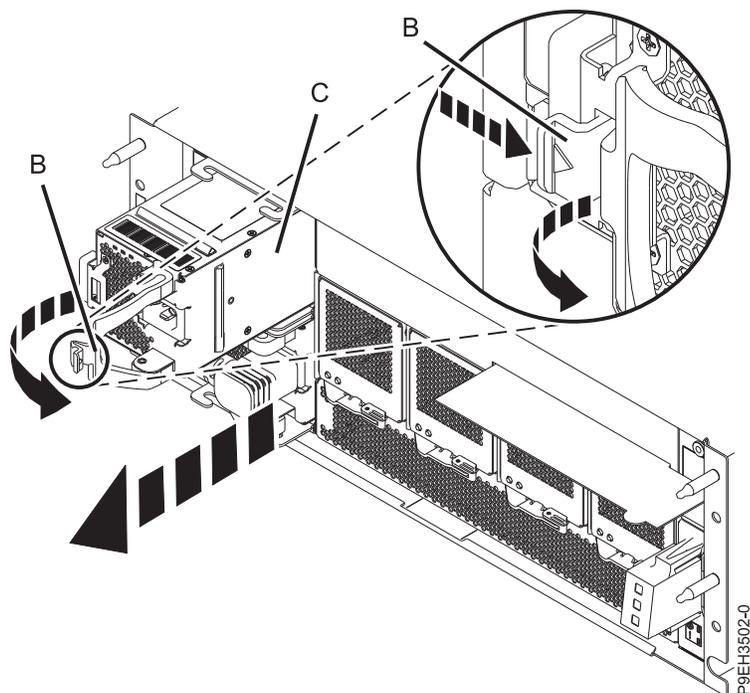

Figure 5. Retrait du bloc d'alimentation du tiroir d'extension EMX0 PCIe3
3. Pour désinstaller le bloc d'alimentation (C), appuyez sur le taquet de déverrouillage de la poignée (B) dans la direction indiquée et tirez la poignée vers vous, comme illustré à la figure 5.
4. Tenez fermement la poignée (B) et tout en soutenant le bas du bloc d'alimentation (C) à l'aide de votre main, dégagez le bloc d'alimentation de son emplacement. Voir la figure 5.